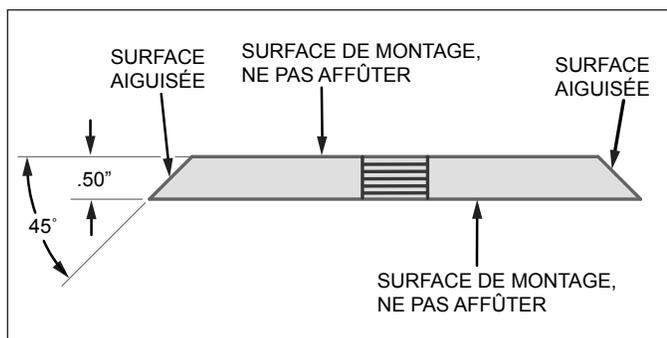

Figure 5.2 – Surfaces de lame de déchetage
2. Meulez à nouveau le bord angulaire des lames de déchetage pour lui donner un angle de 45 degrés (Figure 5.2.). Assurez-vous qu'un certain type d'appareil fixe est utilisé pour maintenir correctement la lame à l'angle correct.